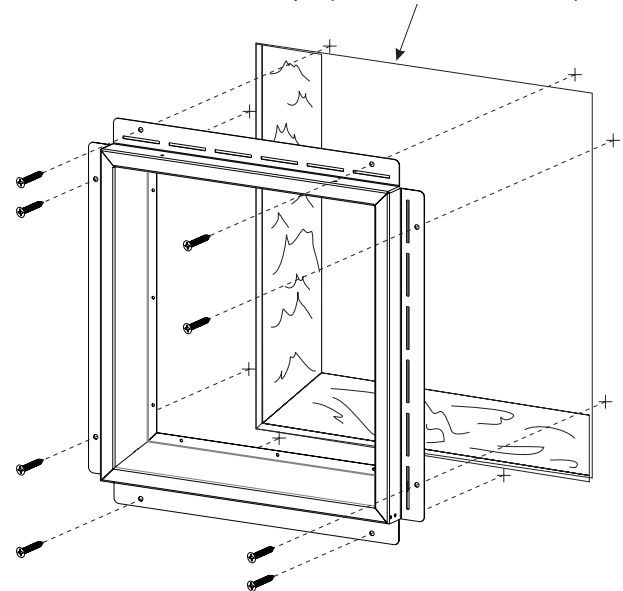

Figure 15
19. Installer l'assemblage d'extrémité extérieure dans l'ouverture de 14-1/2 po x 14-1/2 po (368,3 mm x 368,3 mm) à travers le mur extérieur du bâtiment, puis le fixer à l'aide de vis pour cloison sèche de 1 po de long comme illustré à la **Figure 15**.